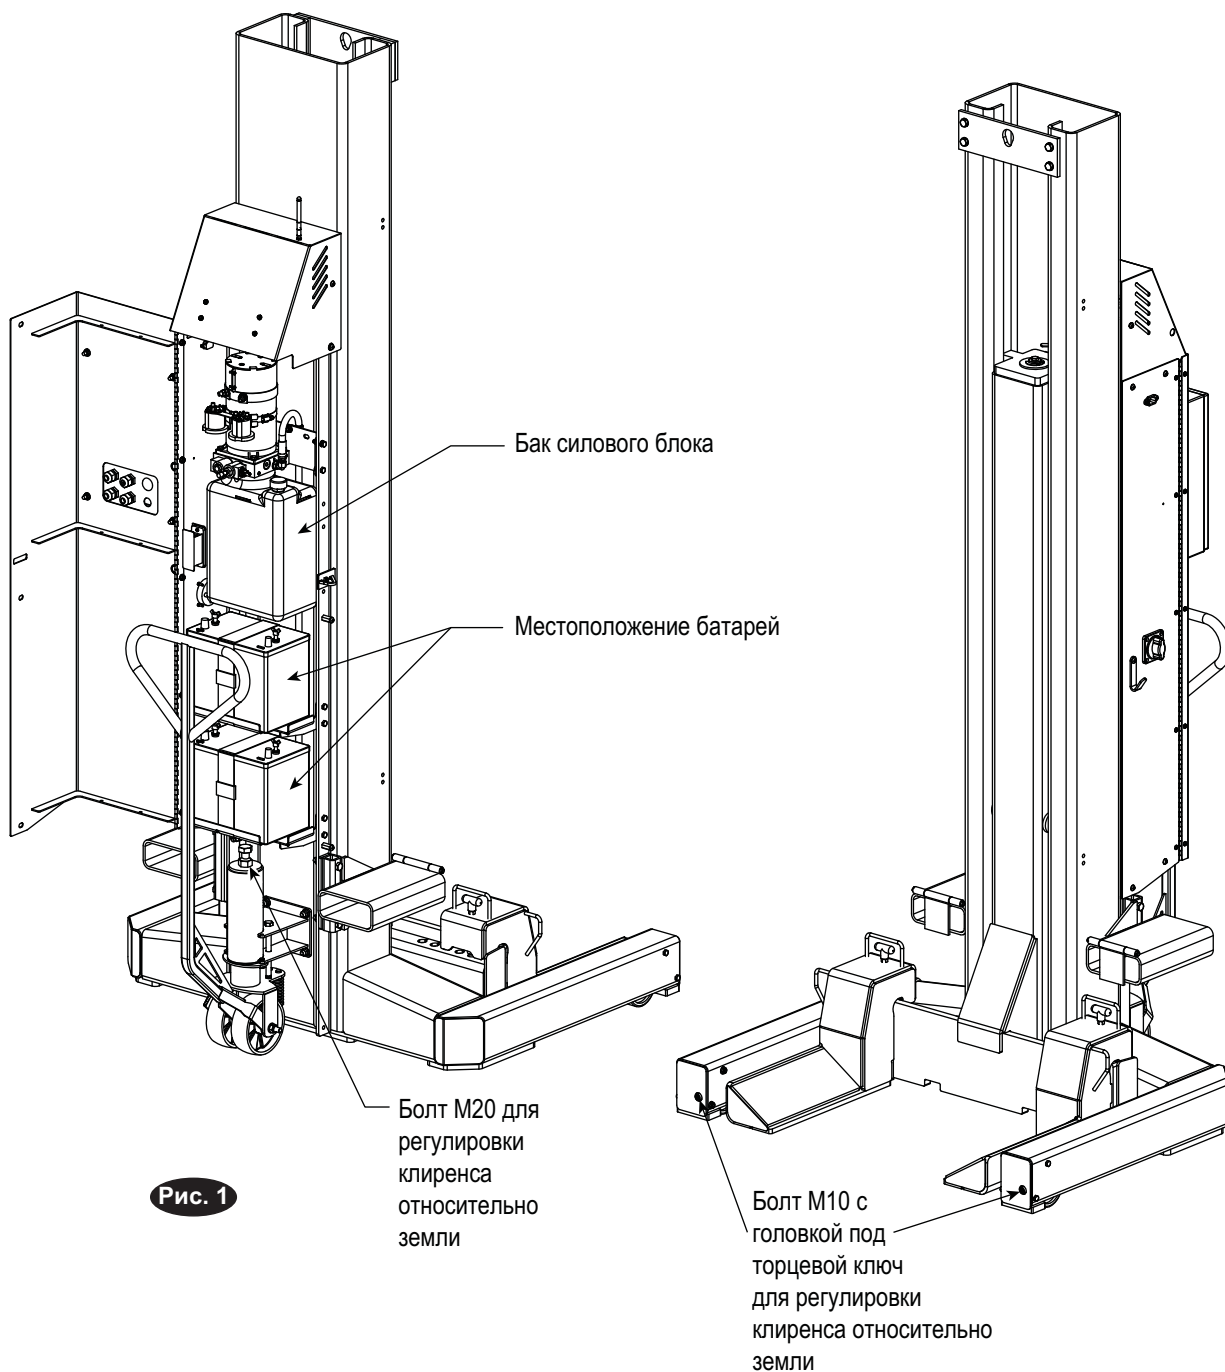

Рис. 1
5. Подключите две батареи в месте, показанном на рис. 1. Могут использоваться различные батареи, удовлетворяющие указанным ниже техническим требованиям, но может измениться производительность.
После установки батарей и заливки жидкости закрутите болт M20 и болты M10 с головкой под торцевой ключ по часовой стрелке на колесном домкрате и спереди для регулировки клиренса относительно земли ненагруженной стойки, см. рис. 1. Клиренс относительно земли определяется тем, насколько далеко повернуты болты. При нагрузке, стойка автоматически опускается на пол.